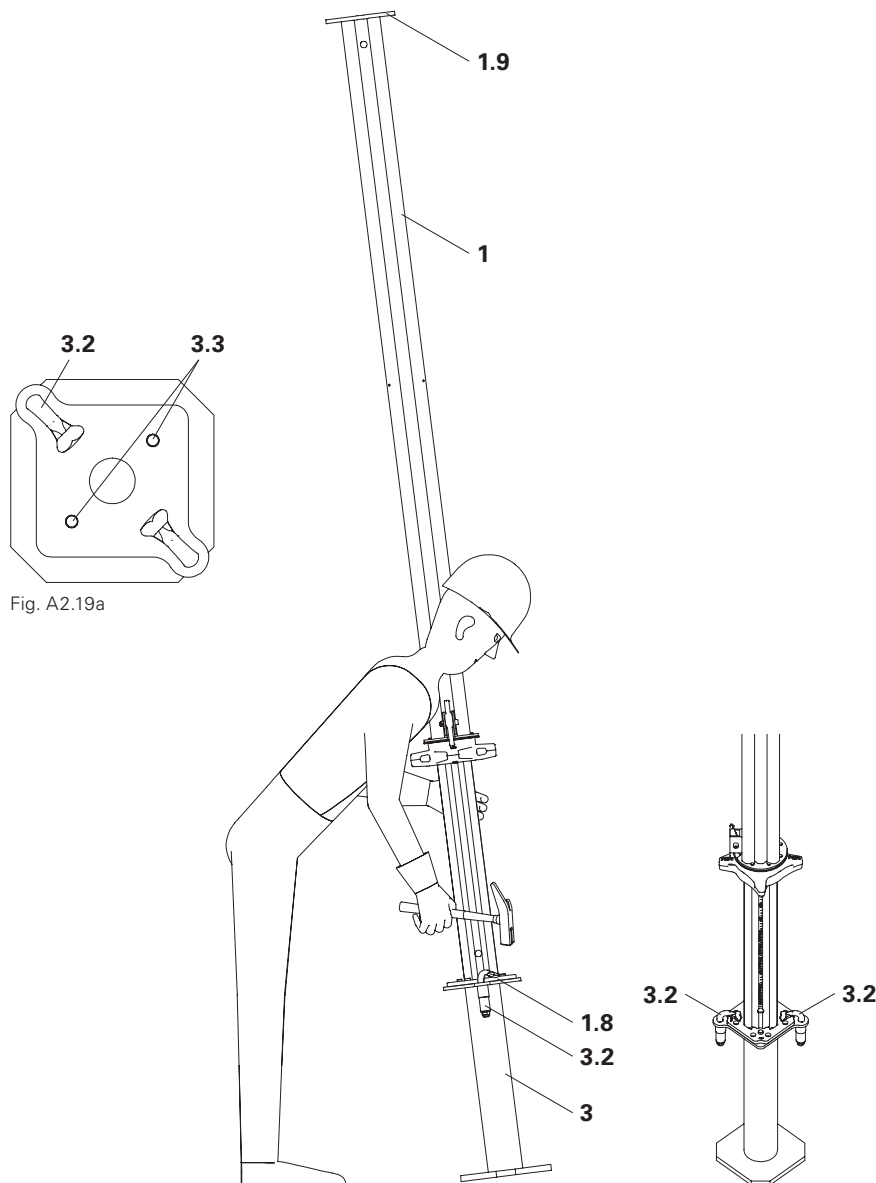

Fig. A2.19
3. Battere le griffe di fissaggio (3.2) con il martello sulla piastra base o piastra di testa di MULTIPROP MP (1). (Fig. A2.19)
- La base MP 50 (3) è collegata al MULTIPROP MP (1).